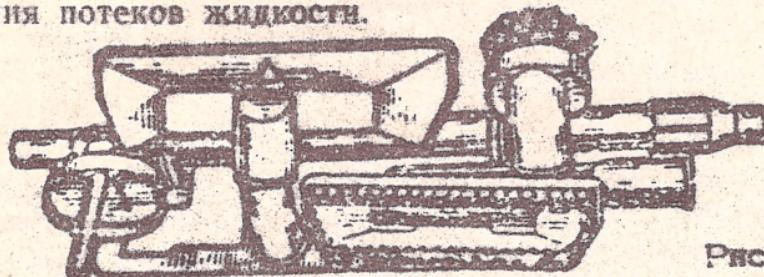

Рис. 3
9.2. Насадки пылесоса должны храниться установленными на щиток для принадлежностей (рис. 3) согласно выполненным на нем обозначениям.